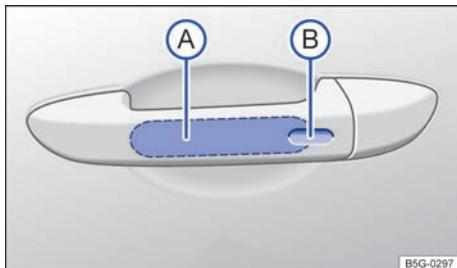

Fig. 51 En la manilla: superficies sensoras.
- Toque la superficie sensora → fig. 51 (A) situada en el lado interior de la manilla de la puerta del conductor o del acompañante.
- Toque la superficie sensora (B) situada en el lado exterior de la manilla de la puerta del conductor o del acompañante.
- Mantenga un dedo durante algunos segundos sobre la superficie sensora → fig. 51 (B) de la manilla de la puerta del conductor o del acompañante hasta que se hayan cerrado las ventanillas y el techo de cristal.